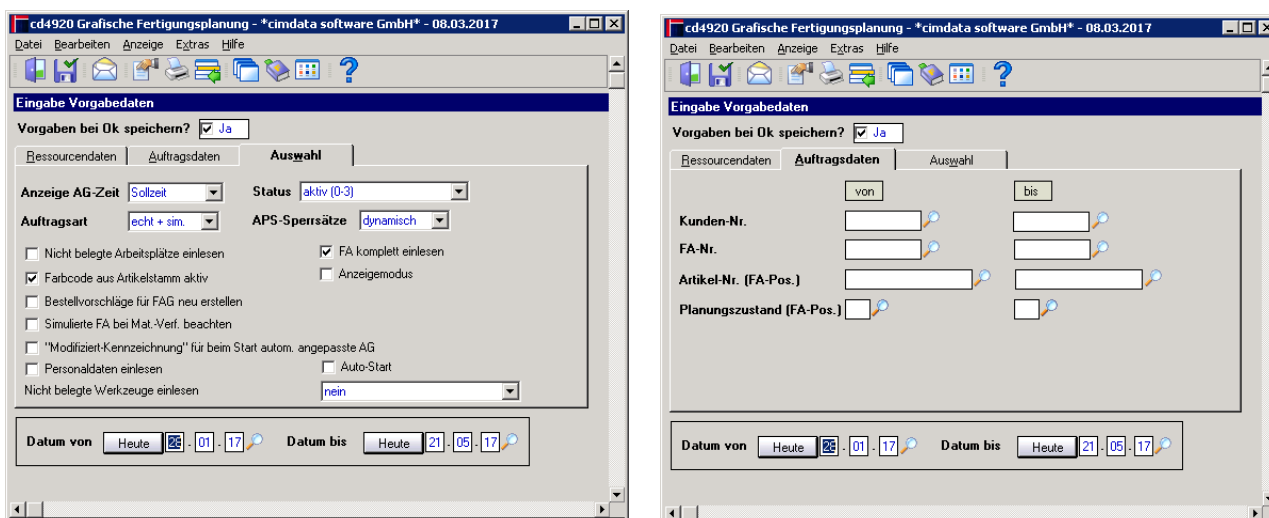

Abb. 2 Auswahlmaske zum Start der grafischen Fertigungsplanung (Register Auftragsdaten und Auswahl)
Folgende Auswahlmöglichkeiten stehen hier zur Verfügung (siehe Abb. 2):
Folgende Auswahlmöglichkeiten stehen zur Verfügung (siehe Abb. 2):
- Bestellvorschläge für FAG neu erstellen (Beispiel in Abb. 2, Register Auswahl)
Im Menüpunkt Anzeige ist ein Eintrag „**cimAPS** Sessions“ vorhanden (siehe Abb. 2, Register Auftragsdaten). Über diesen Menüpunkt kann ein Fenster geöffnet werden, mit dem es möglich ist zu kontrollieren, ob weitere Instanzen (Sessions) der grafischen Feinplanung offen und aktiv sind (siehe Abb. 3). Dies ist natürlich in der dynamischen Nutzung nicht nötig. Weitere angezeigte Informationen sind der Sachbearbeiter, das Benutzerprofil, das Startdatum und der Zeitpunkt der letzten Aktion. Zusätzlich werden für jede **cimAPS**-Instanz die in der Auswahlmaske eingegebenen Einschränkungen angezeigt.